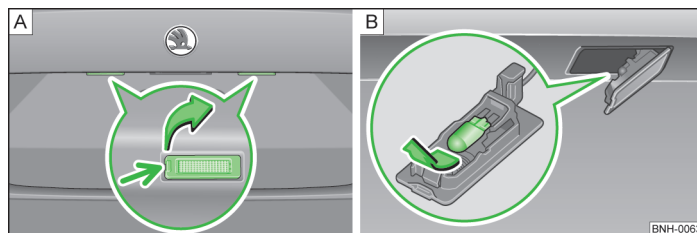

Fig. 132 Desmontar la luz de la matrícula/cambiar la bombilla
- Introducir un destornillador de cabeza ranurada por el punto indicado por una flecha » fig. 132 - A, presionar ligeramente y desbloquear el resorte.
- Extraer la bombilla estropeada del soporte en el sentido de la flecha » fig. 132 - B.